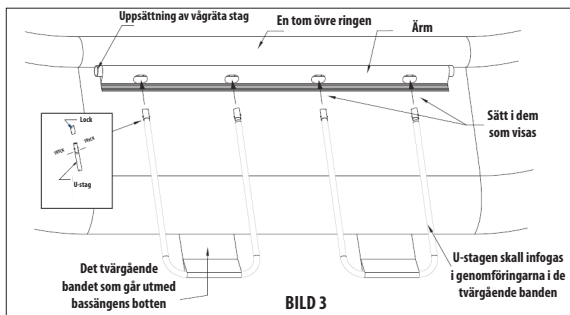

BILD 3
- (i) Från botten av bassängen drar man åt sidan de tvärgående banden i samma material som väggarna vilka tjänar till förankring av de diagonala stegen. Det är dubbelband (se **bild 3**).
(iii) Ta fyra U-stag och sätt in dem i genomföringen i de tvärgående banden (se **bild 3**). På U-stagets bäge övre ändar sätts lock (se **bild 1**) - innan monteringen tryck på spärarna på U-staget och vid locket till ett läge där spärnen säkrar anslutningen.
(iv) De vägräta stegen som nu är placerade i bassängens hylsor vrids så att öppningarna i dem är täckta med öppningarna i hylsorna. I dessa hål infogas sedan U-stagen (se **bild 3**).